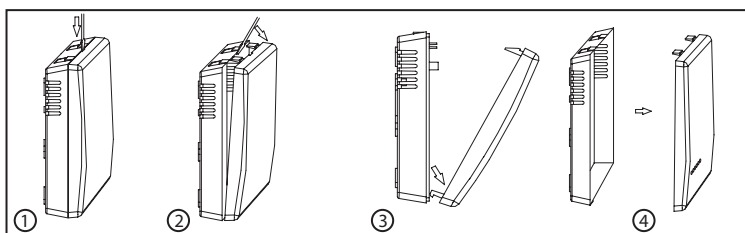

Рис. 3
- Закройте крышку, как показано на рис. 3.